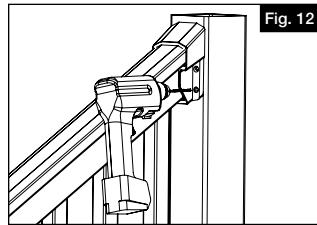
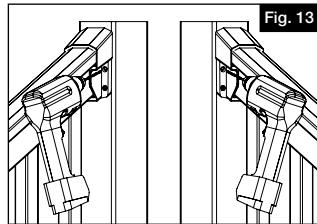

Fig. 12
Fig. 13
- En commençant sur un côté de la rampe, aligner le premier barreau sur le premier trou tracé sur le dessous de la main courante. Puis, enclencher la main courante en position (Fig. 12).
- Centrer la traverse sur le poteau. Puis, à l'aide d'un foret de 1/8 po (3,2 mm), percer le premier avant-trou à travers le support de la main courante et l'enveloppe en vinyle du poteau jusqu' dans le poteau en bois (ou la cale d'espacement en plastique du kit d'installation de poteau) (Fig. 13).
- Centrer le support sur le poteau. En utilisant les trous du support comme guide, percer l'un des avant-trous inférieurs au moyen d'un foret de $\frac{1}{8}$ po (3,2 mm) (Fig. 12). Enfoncer l'une des vis no 10 x 2 po (50 mm) dans ce trou. Percer l'autre avant-trou inférieur et y enfoncer une autre vis de 2 po (50 mm). Percer maintenant les deux avant-trous supérieurs du support (Fig. 13). Enfoncer deux autres vis de 2 po (50 mm) dans ces trous. Veiller à ne pas trop serrer les vis.